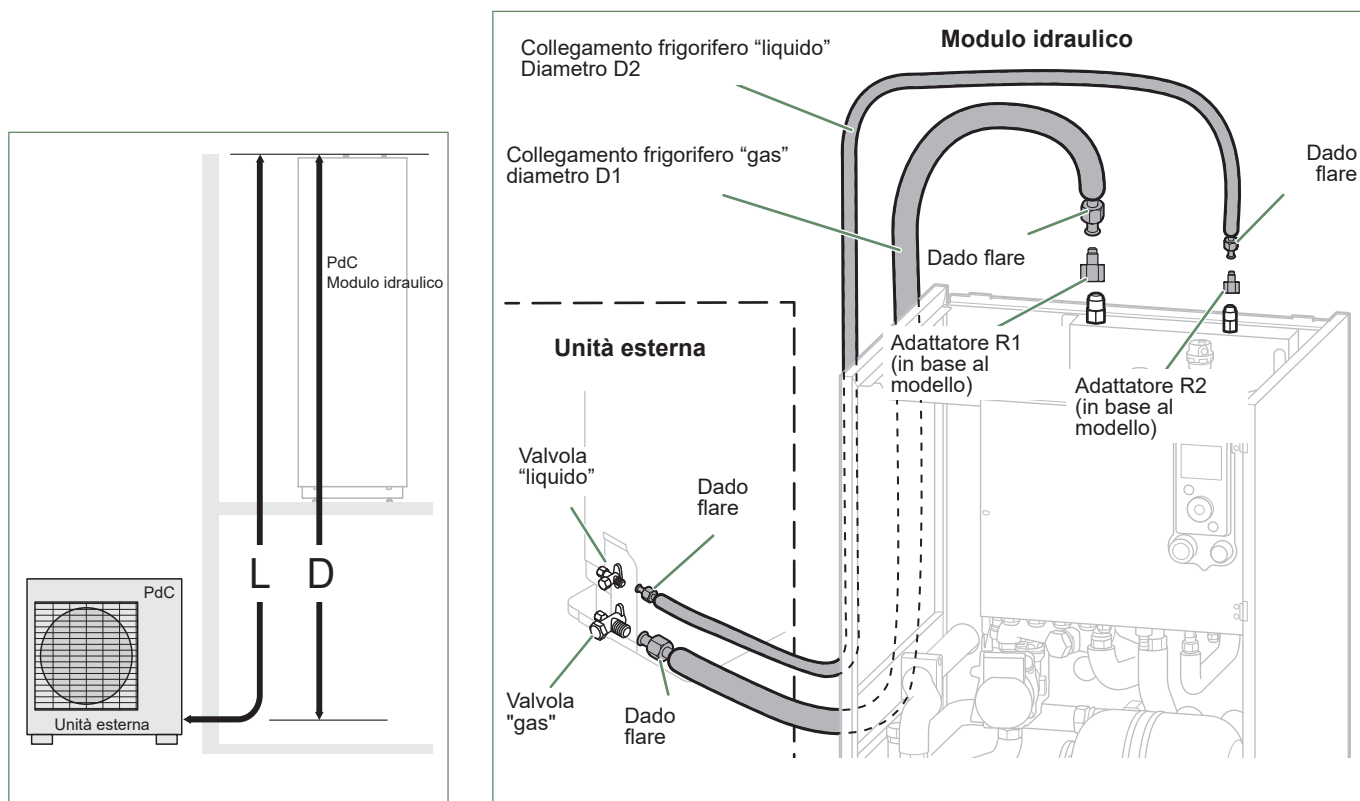

fig. 32 - Raccordo dei collegamenti frigoriferi (diametri e lunghezze consentiti)
- A seconda dei casi, collegare un adattatore (riduzione) 1/4"- 3/8" o 1/2"- 5/8" (vedere fig. 32).